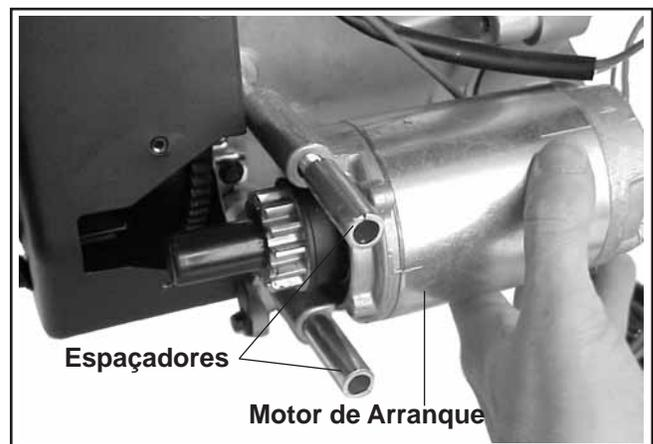

Figura 9-17. Retirar o Motor de Arranque e os Espaçoadores.
- c. Faça deslizar o motor de arranque e os espaçadores dos pernos. Anote a posição do cabo de massa (se utilizado). Consulte a Figura 9-17.